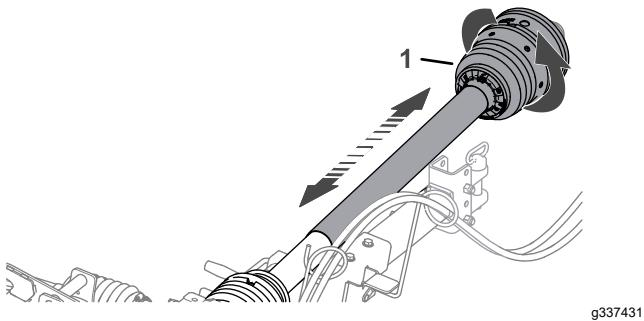

Figure 16
2. Faites effectuer un tour complet à la moitié avant de la protection de l'arbre de PDF (Figure 16).
3. Faites coulisser la moitié avant de la protection de l'arbre de PDF d'avant en arrière pour vérifier qu'elle bouge librement (Figure 16).